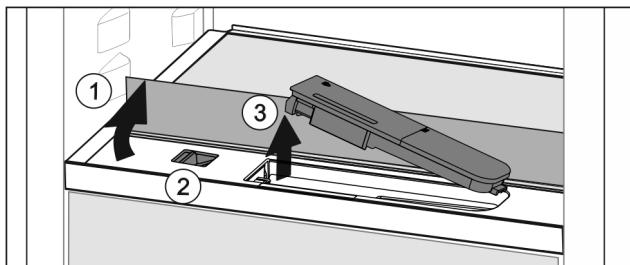

Fig. 127
- Ridicați placa de sticla și rabatați în spate până la opritor Fig. 127 (1).
- Împingeți zăvorul Fig. 127 (2) spre stânga.
- Scoaterea rezervorului de apă Fig. 127 (3).